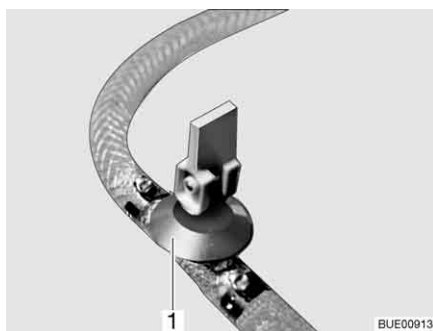
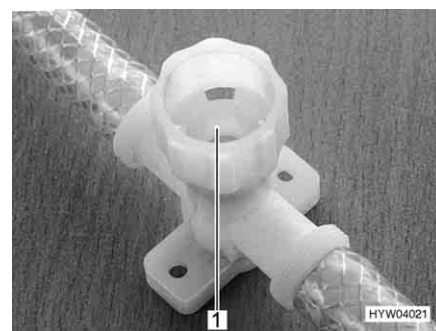

Fig. 231 Rubinetto di scarico (con leva a bilanciere)
Fig. 232 Rubinetto di scarico (con tappo a vite)
- Chiudere tutti i rubinetti di scarico. Mettere la leva a bilanciere del rubinetto di scarico (Fig. 231,1) orizzontale o chiudere il coperchio del rubinetto di scarico (Fig. 232,1) in senso orario.